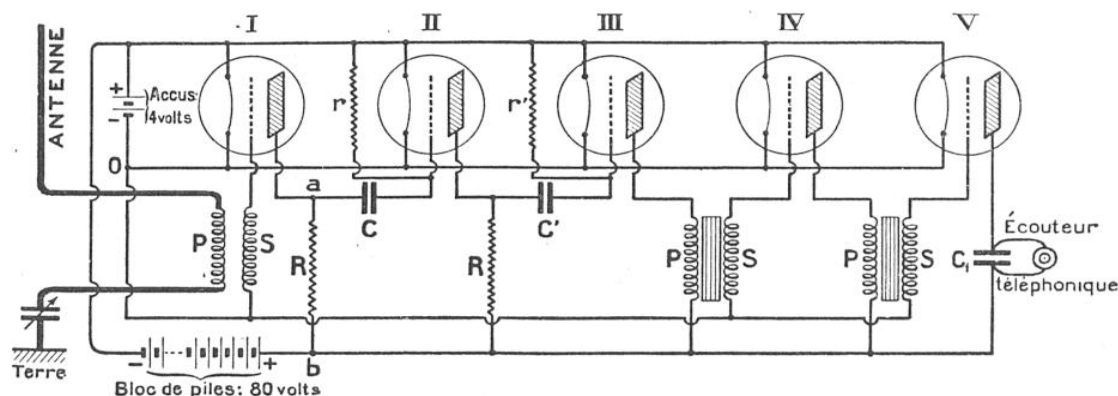
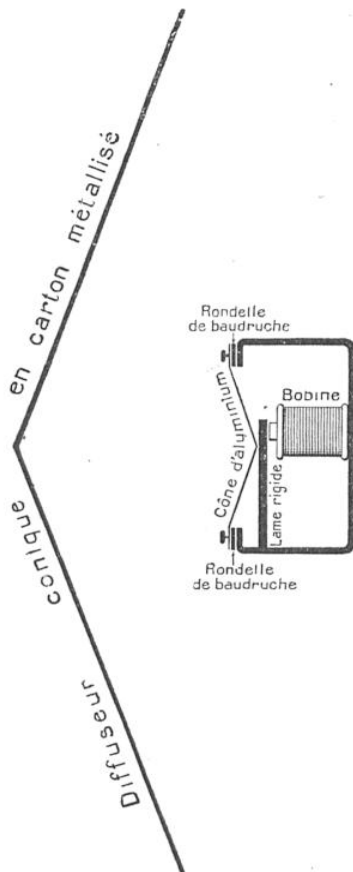

FIG. 17. — POSTE RÉCEPTEUR A CINQ LAMPES (DEUX AMPLIFICATEUR HAUTE FRÉQUENCE, UNE DÉTECTRICE, DEUX AMPLIFICATEUR BASSE FRÉQUENCE)
FIG. 18. — PRINCIPE DU HAUT-PARLEUR
Un tel poste comprendra, par exemple, deux lampes amplificatrices (haute fréquence) I et II , une détectrice III et deux lampes amplificatrices (basse fréquence) IV et V (fig. 17).
Le circuit de plaque de la dernière lampe comportera un téléphone (ou un haut-parleur, fig. 18) en dérivation sur une capacité fixe ($C_1 = 0,002$ microfarad), téléphone qui sera relié à ce circuit, soit directement (fig. 17), soit à l'aide d'un petit transformateur (1).